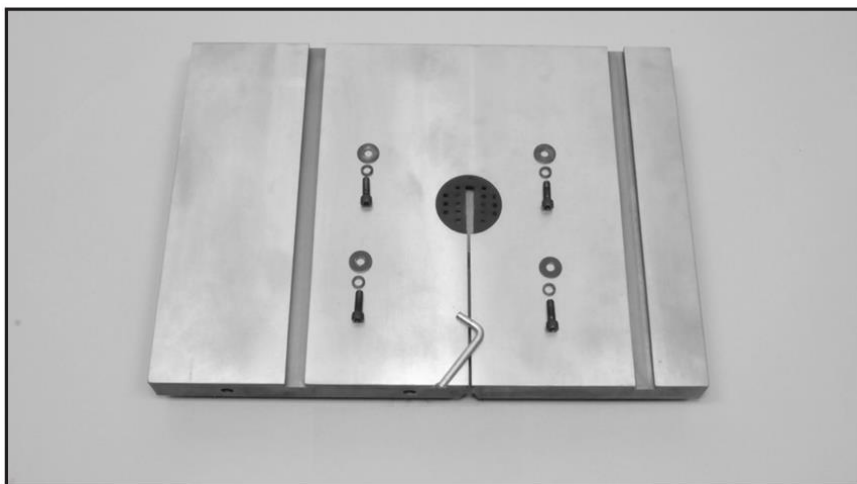

Рис. 1
1. Снимите штифт для выравнивания стола (деталь №4В) с передней части стола. Этот металлический штифт удерживает обе стороны стола на одном уровне в области прорези. Рис. 1.